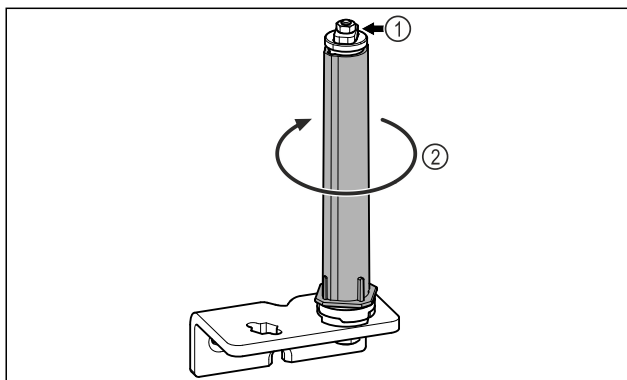

Fig. 23
- ▶ Ne razstavite sistema za zaklepanje vrat Fig. 23 (1).
- ▶ Obračajte zaporni sistem Fig. 23 (2), dokler ne klikne.